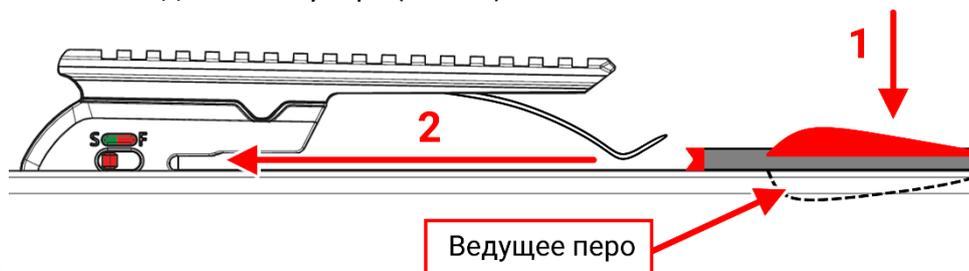

Рис.13
3. Уложите стрелу ведущим пером в паз направляющей арбалета и задвиньте ее под прижимную планку в спусковой механизм до самого упора (Рис.13).